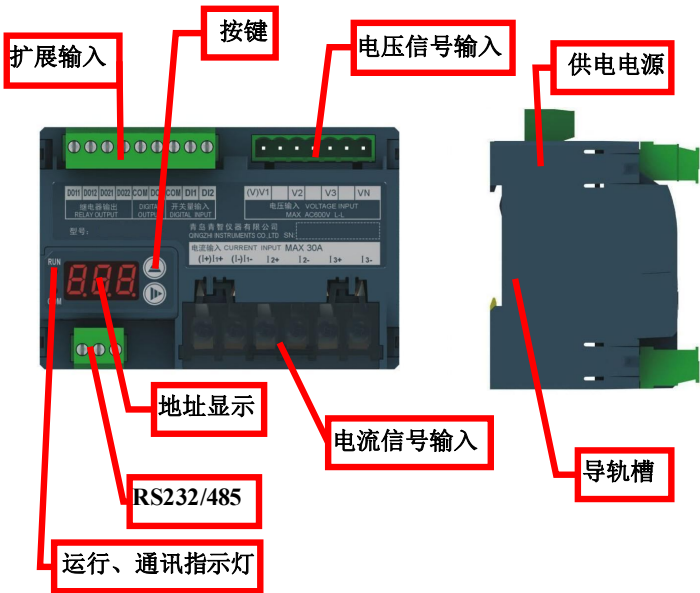

图 2 ZWD414B/D415/D416/D433B/D432B/D433C 变送器图示
3.1 ZWD414B/ZWD415/ZWD416/ZWD433B/ZWD432B/ZWD433C 变送器系列外观相同、操作按键相同、数据显示窗口相同，请参照图 2 说明：